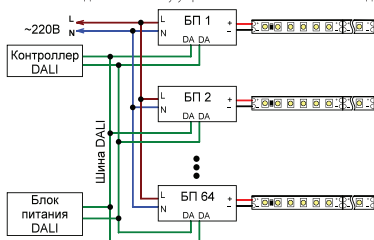

Рис.2. Структурная схема подключения оборудования при использовании интерфейса DALI.
- 3.4. Подключите шину управления DALI к клеммам входа управления **DA1** и **DA2** (Рис.2).